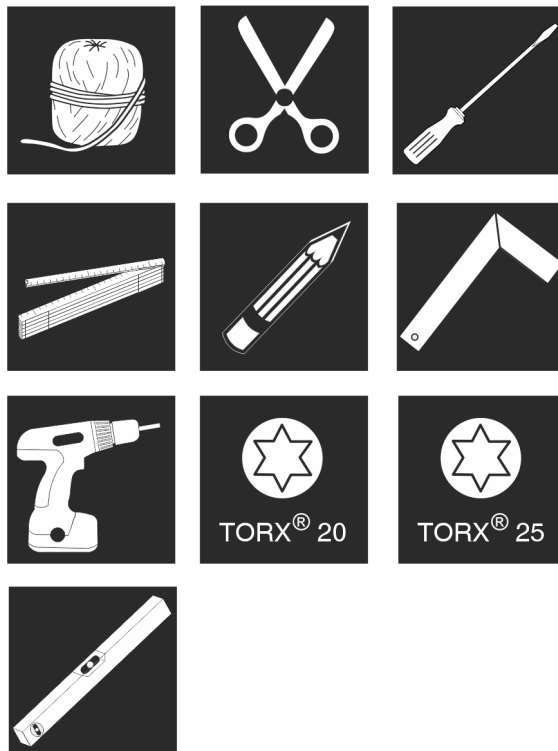

Fig. 10
1. Připravte si nástroje. Fig. 10 ()